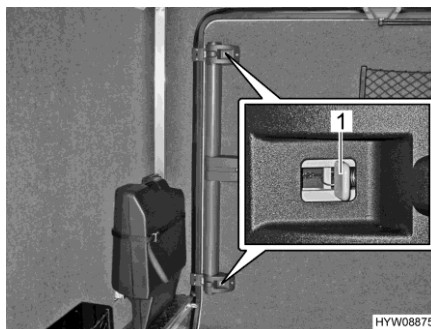

Fig. 52 Porte du garage (dispositif de déverrouillage de secours de l'intérieur)
- Pousser le verrou gris (Fig. 52,1) en direction du milieu de porte sur les serrures inférieure et supérieure.